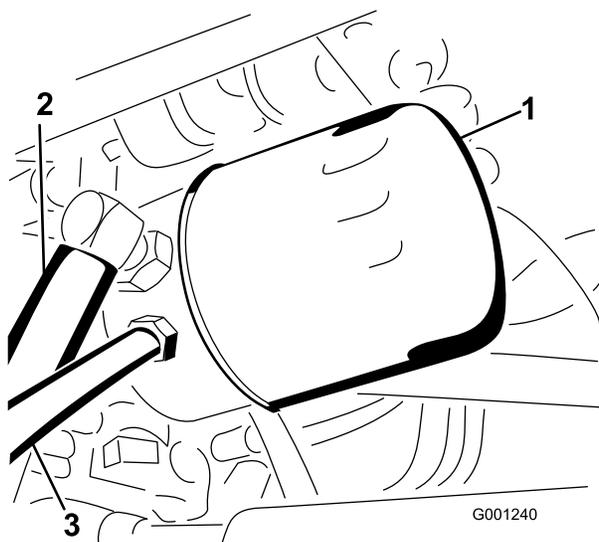

図 71
- 油圧オイルフィルタ取り付け部の周辺をウェスできれいに拭き、フィルタを外す (図 71)。